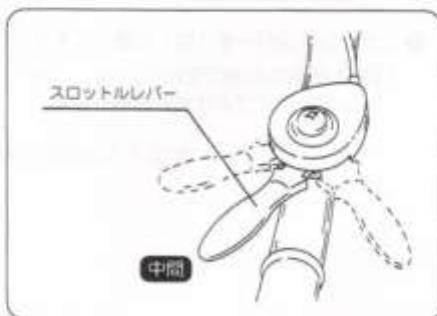

図9
- ③ スロットルレバーを中間位まで引張ってください。(図9)